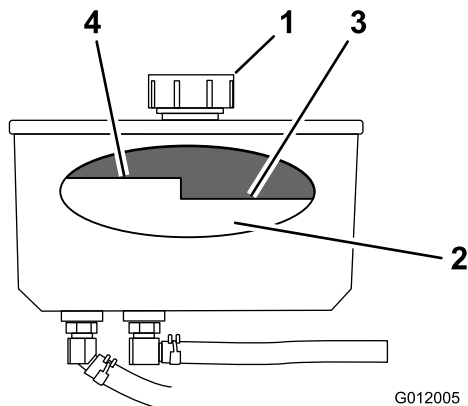

Figura 72
4. Limpie alrededor del cuello de llenado y el tapón del depósito de aceite hidráulico (Figura 72).
5. Retire el tapón del cuello de llenado (Figura 72).
Nota: El nivel de aceite debe estar por debajo del nivel caliente del tabique cuando el aceite está caliente (Figura 72).